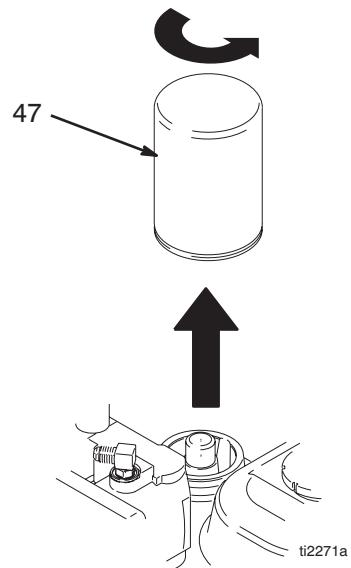

FIG. 6
- Fig. 6. Coloque una bandeja de goteo o paños debajo del pulverizador para recoger el drenaje de aceite hidráulico.
- Retire el tapón de drenaje (40). Espere hasta que el aceite hidráulico se drene.
- Desenrosque lentamente el filtro (47) – el aceite pasa a la ranura y se drena por la parte trasera.